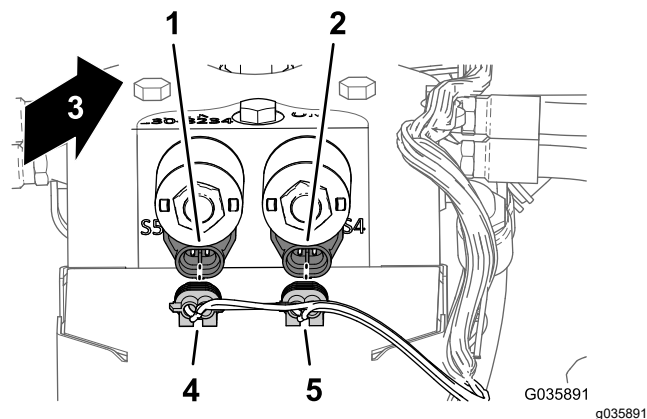

Figura 26
2. En la parte trasera del distribuidor del cilindro de elevación, conecte los 2 conectores eléctricos del arnés de cables para el brazo Sonic Boom a los solenoides para controlar la activación del brazo, tal y como se muestra en la Figura 26.